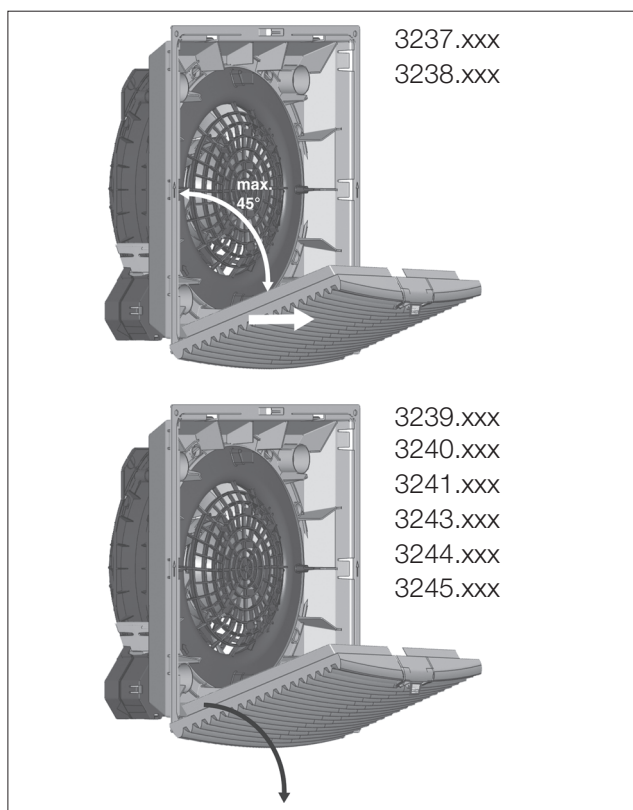

Fig. 2 : enlever la grille à lamelles
- Pour positionner les perçages inférieurs, la grille à lamelles doit être enlevée comme représenté sur la fig. 2.